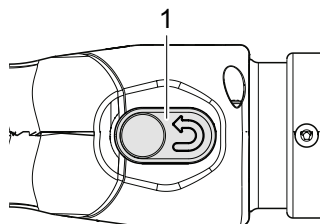

Fig. 12 : Appui sur le bouton de réinitialisation
1. Appuyez sur le bouton de réinitialisation (Fig. 12/1).